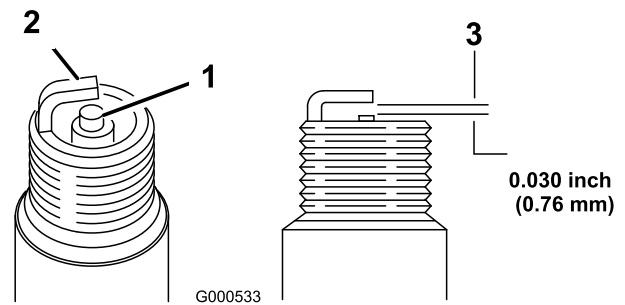

Figura 23
5. Impostate la luce sul tappo a 0,76 mm (Figura 23).